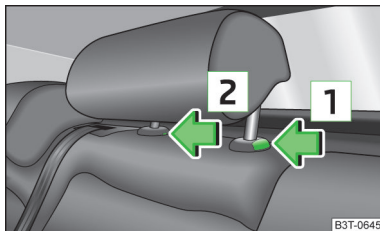

Abb. 55
- › Die Sicherungstaste in Pfeilrichtung **1** » Abb. 55 drücken, gleichzeitig mit einem flachen Schraubendreher mit einer Breite von max. 5 mm die Sicherungstaste in der Öffnung **2** drücken und die Kopfstütze herausziehen.